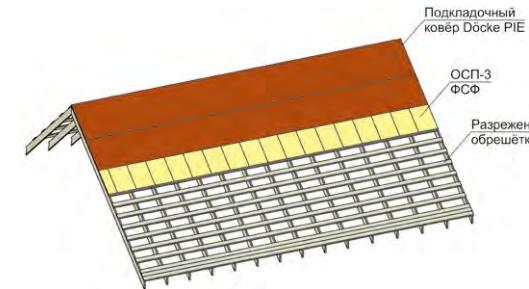

Рис. 9. Последовательный монтаж подкладочных ковров Döcke сверху-вниз.
4.1.6 Подкладочный ковёр монтируется параллельно карнизу, снизу-вверх, с нахлестом следующего ряда 100 мм, торцевые нахлести составляют 150 мм. Для минимизации хождения по коврам, особенно на крутых скатах, допускается производить последовательный монтаж сверху-вниз: монтируется верхний ряд плит ОСП-3 или фанеры ФСФ, затем на смонтированный ряд плит монтируется верхнее полотно подкладочного ковра (рис. 9). Данный способ монтажа подойдёт только для простых крыш, на которых отсутствуют ендовы.